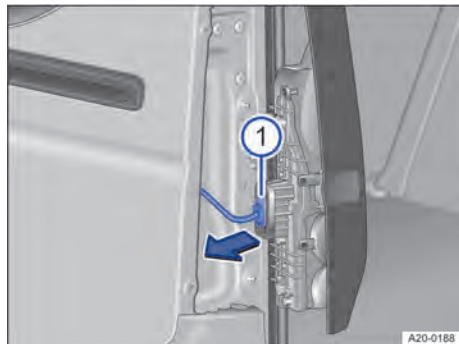

Abb. 182 An der Rückleuchte: Steckverbindung abziehen.
1. Steckverbindung in Pfeilrichtung abziehen → Abb. 182 .
4. Steckverbindung auf den Lampenhalter stecken → Abb. 182 ①.